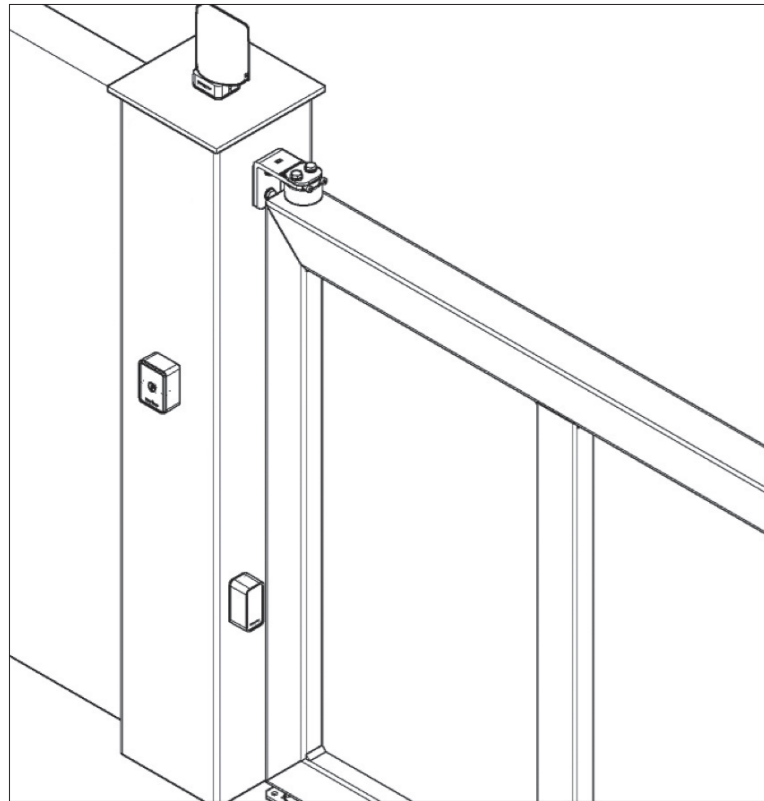

FIG. 1
- Dopo aver forato la scatola ai quattro angoli fissare le fotocellule alla parete (FIG. 1).
- Drill through the four corners of the box and then fix the photocells to the wall (FIG. 1).